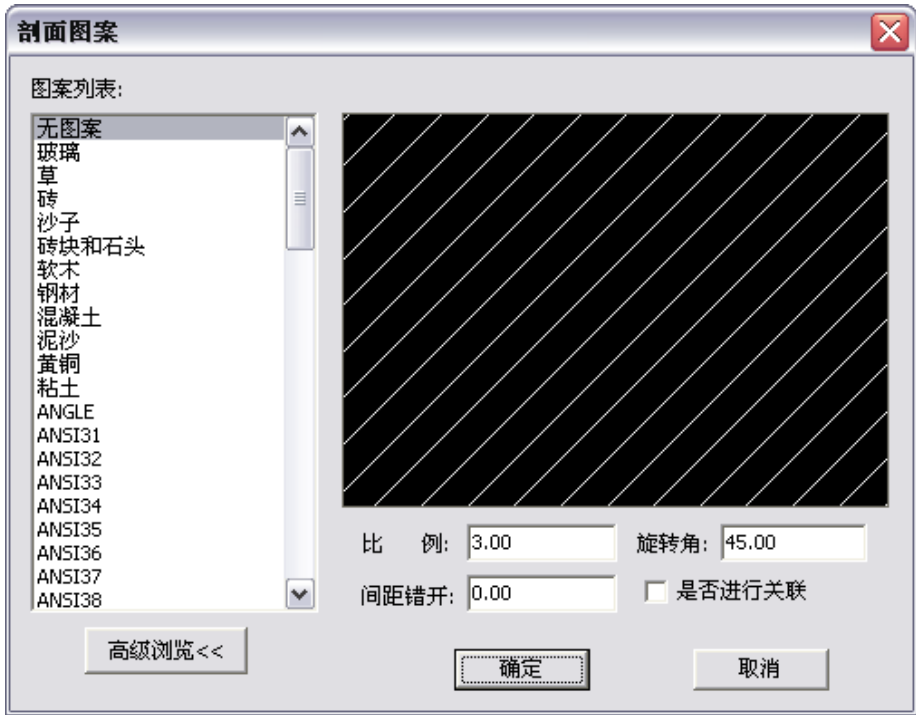

图 2-43 剖面图案对话框
- 2) 单击立即菜单中的【2: 】，可以选择是否选择剖面图案，如果【不选择剖面图案】将按默认图案生成。如果【选择剖面图案】将弹出如图 2-43 所示的对话框。